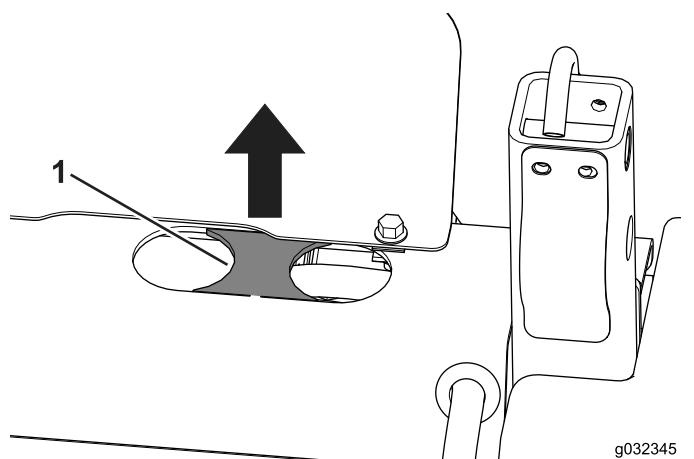

Figura 23
2. Retire la zona troquelada situada entre los dos orificios, si está presente (Figura 23).